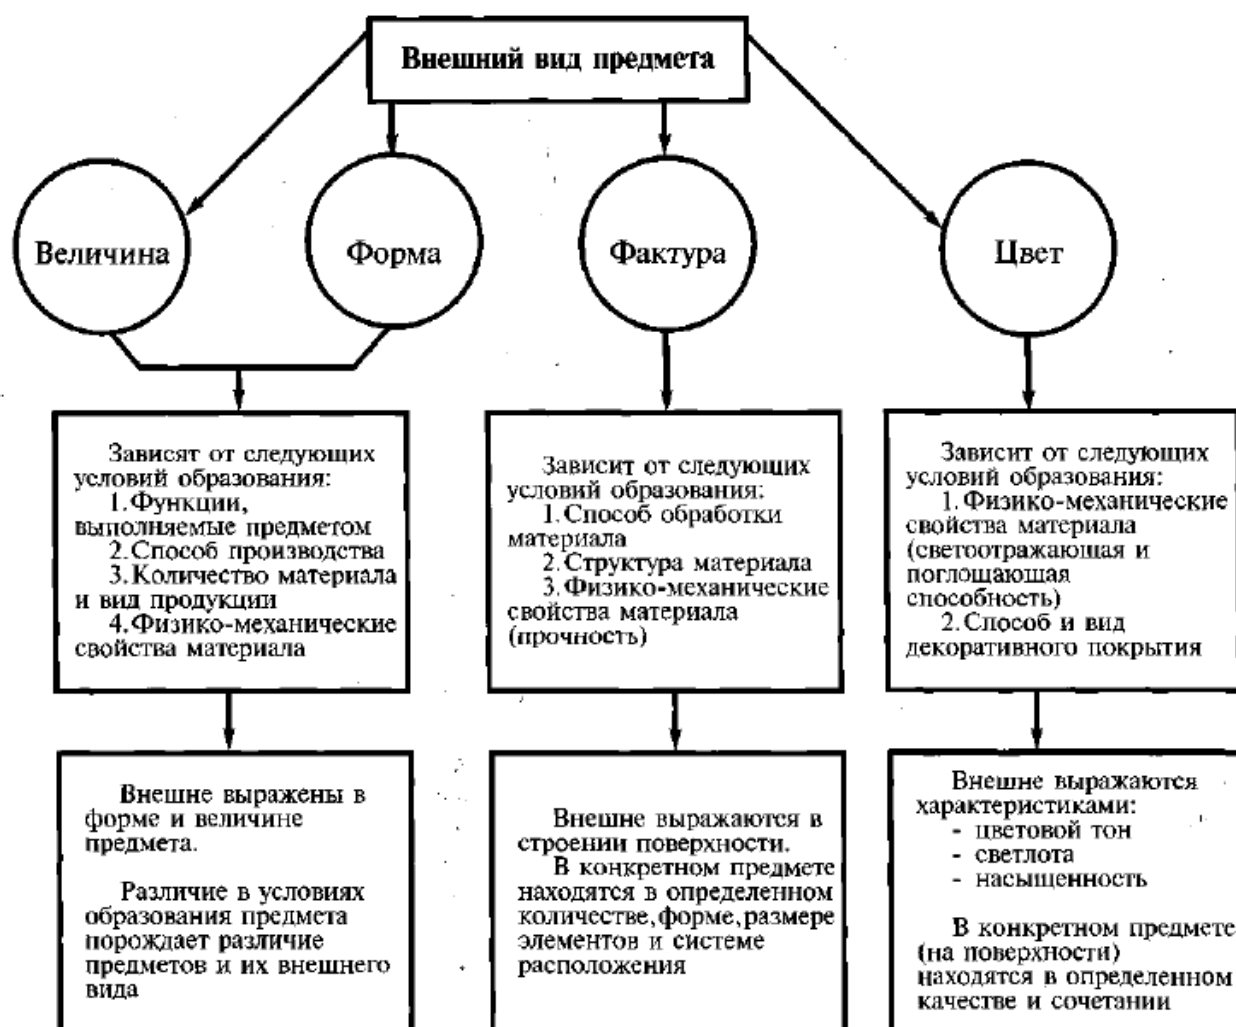

Рисунок 2.1. Влияние различных факторов на внешний вид предмета.
4) Анализ связи между новыми прогрессивными техническими решениями, изменяющими форму изделия, и тем, как это сказывается на их производстве. Таким образом, учет влияния различных факторов на образование формы предмета или системы приводит к возможности получить предварительное представление о форме функциональной, форме конструктивной, форме технологичной и т. д. (рис. 2.1).